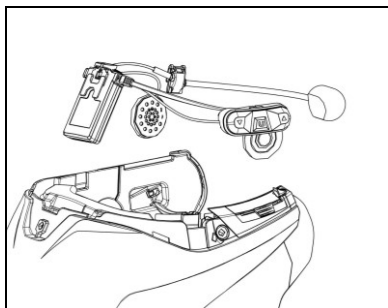

Fig. 7
- Introducir el sistema en el alojamiento correspondiente en la parte trasera del casco, empujarlo hasta tocar el fondo de la ranura. (Fig. 7).